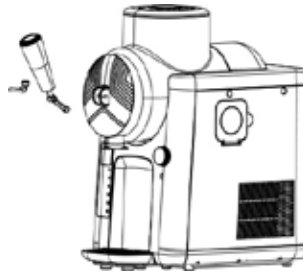

Abb. 4
12. Führen Sie nun den Zapfhahn in die Öffnung ein und setzen Sie den Sicherungsstift ein, um den Zapfhahn zu befestigen (Abb. 4): Dafür müssen